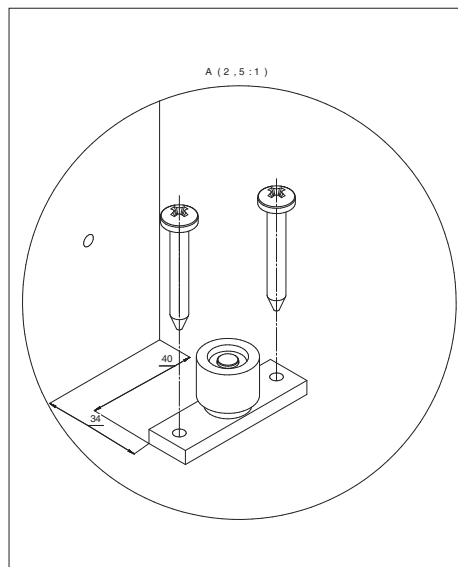

Рис. 19
2. Установите две (одну) направляющие в пол для двустворчатой (одностворчатой) двери, согласно рис. 19.